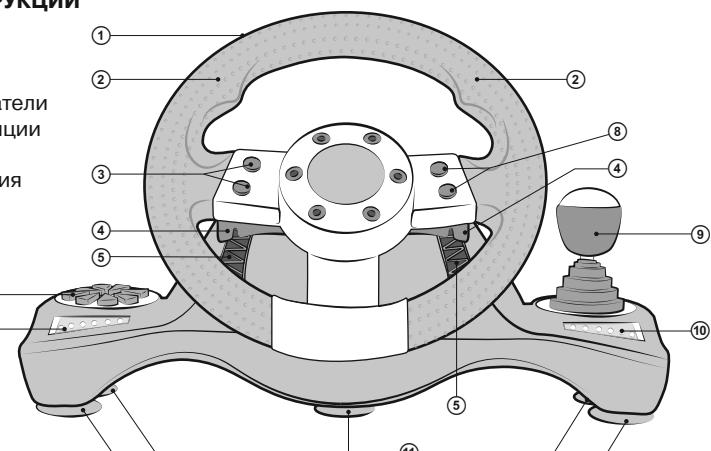

Рис. 1. Вид спереди
**Примечание. Манипулятор оборудован светодиодными индикаторами контроля «торможения» ⑦ и «газа» ⑩ см. рис. 1. При плавном нажатии педали «газа» загораются индикаторы зеленого цвета, при увеличении скорости загораются оранжевые индикаторы, затем красные. В зависимости от плавности сбрасывания скорости, загораются индикаторы соответственно зеленого, оранжевого и красного цветов.**